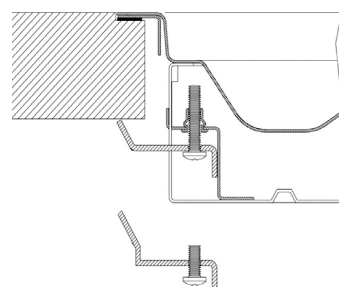

Fig. 3
- Appoggiare il piano sulla fresatura e mediante le viti e le staffe fornite fissare il piano alla struttura di sostegno fino ad ottenerne la perfetta planarità (Fig. 3).